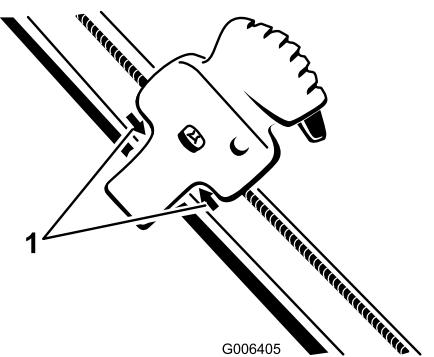

Bild 33
2. Positionieren Sie das Quick Shoot Bedienelement zwischen den beiden Pfeilen an der rechten Seite des oberen Griffs (Bild 33).